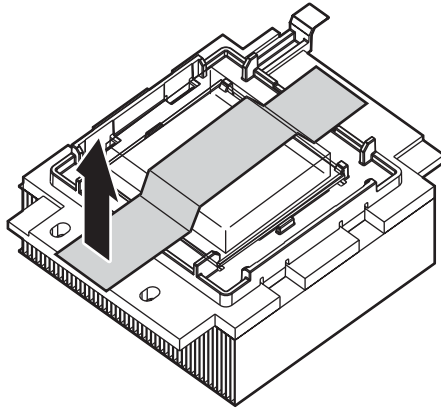

Figura 72 Quite la funda protectora del procesador
1. Quite la funda protectora del procesador (Figura 72).